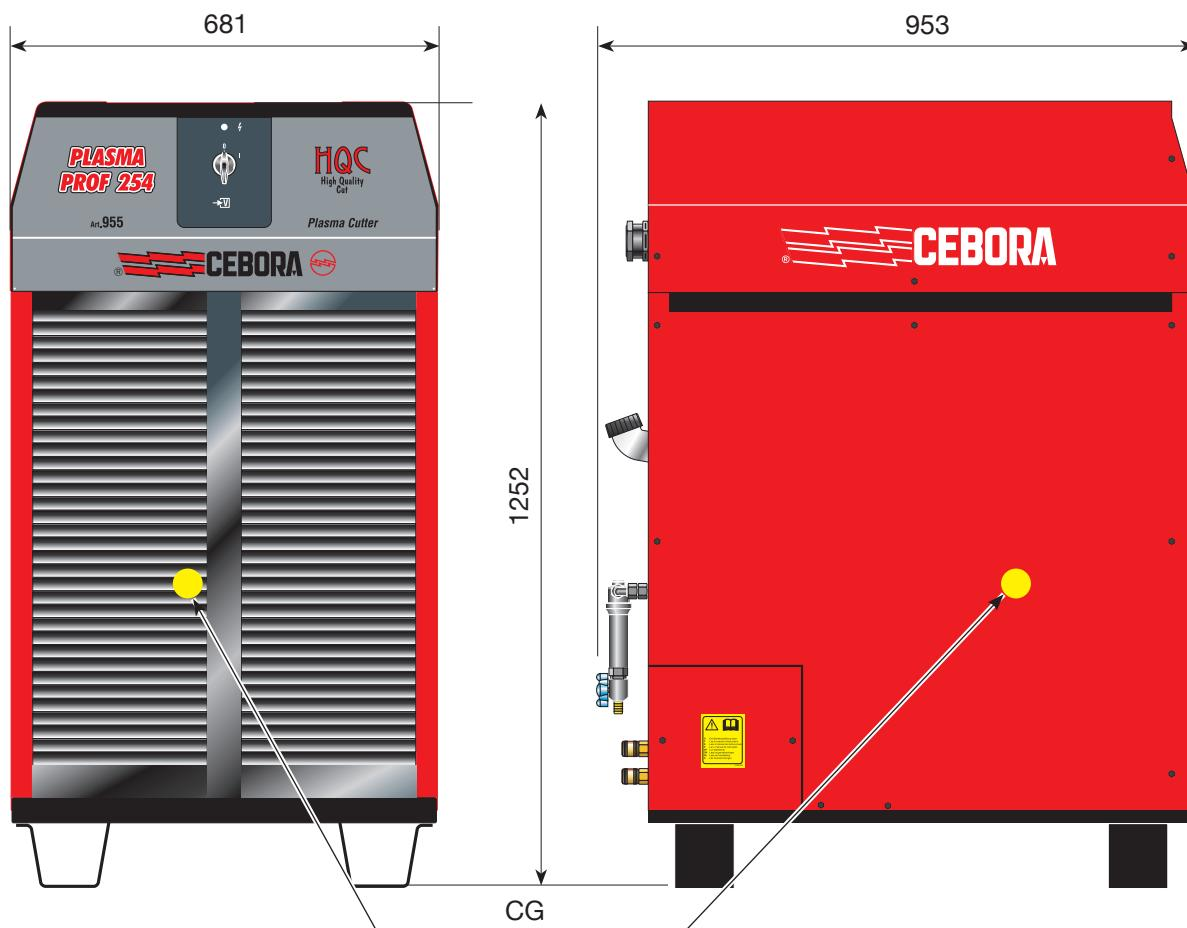

Fig. 2
- elevar el generador mediante carretilla elevadora; posicionar las horquillas de la carretilla considerando el centro de gravedad del generador (véase Fig. 2).